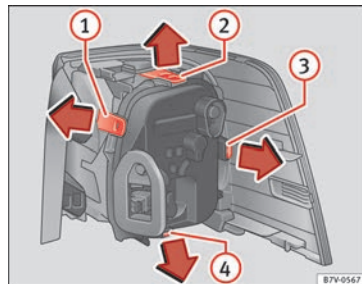

Fig. 114 Feux arrière dans la carrosserie : démonter le porte-ampoule. ① à ④ : languettes de fixation.
8.	Pour débloquent le porte-ampoule, appuyez sur les languettes de fixation » fig. 114 1 à 4 dans le sens de la flèche.